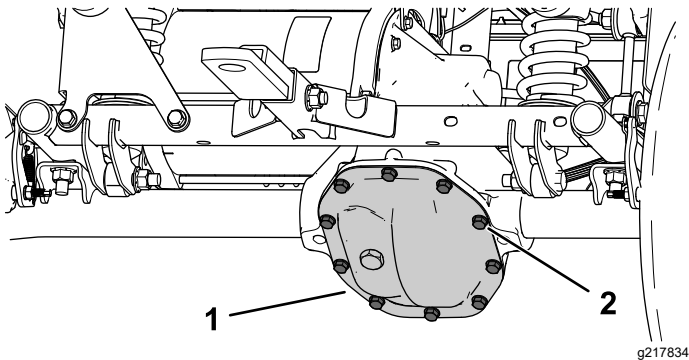

図 52
1. トランスアクスルカバーの下にオイルを受ける容器をおく 図 52。
2. トランスアクスルカバーについているボルトを外してオイルが完全に抜けるのを待つ 図 52。